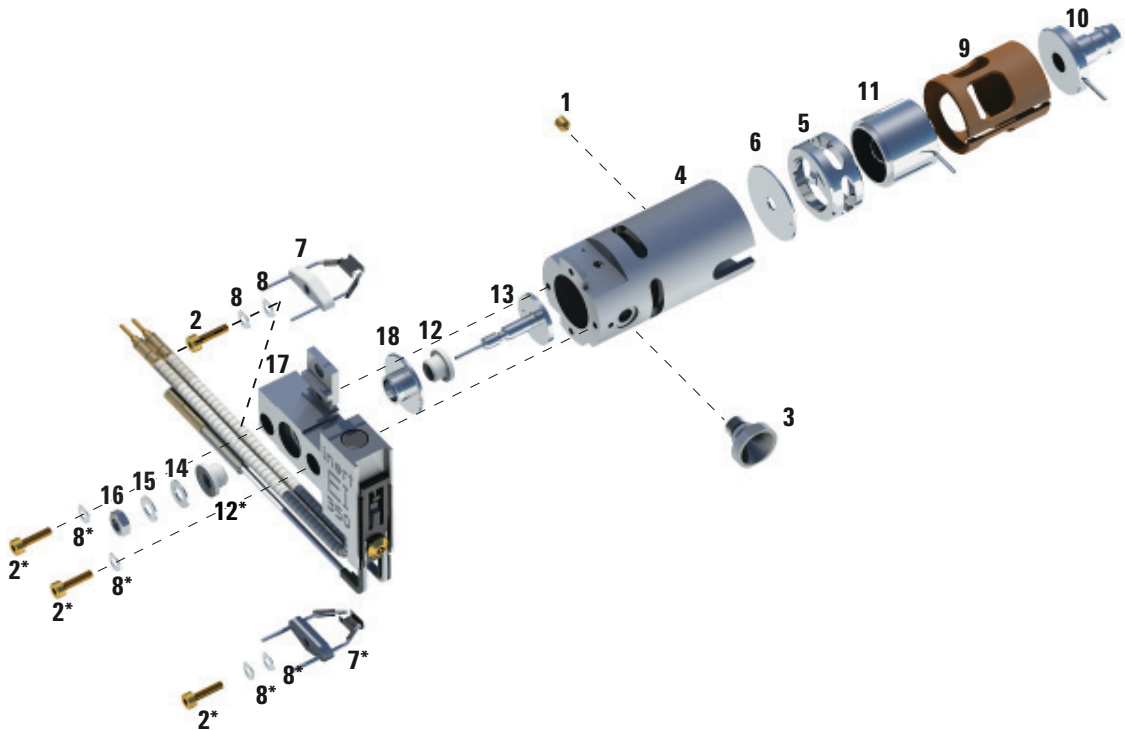

Abbildung 67. Montage der EI-Standard- oder EI-Inert-Quelle
Schlagen Sie unter der Explosionsansicht der Teile **Abbildung 67** und in der EI-SS- und in der EI-Inert-Teileliste **Tabelle 22** auf Seite 227 nach, während Sie dieses Verfahren verwenden.
**Tabelle 22 Teileliste für die EI-Standard- oder EI-Inert-Quelle (Abbildung 67)**